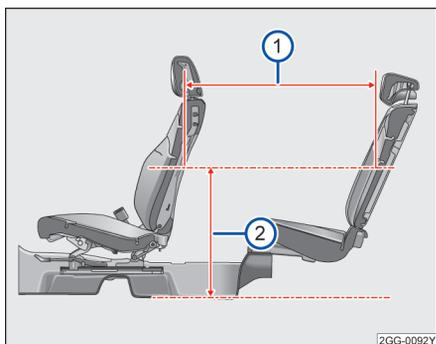

图 79 座间距
当前排座椅前后位置：座椅最后往前滑动 127mm，靠背角为（ $19.06^\circ$ ），高度处于设计位置；后排座椅位于设计位置时，在距离地板位置 620mm 处 → 图 79②，座间距为 901mm → 图 79①。